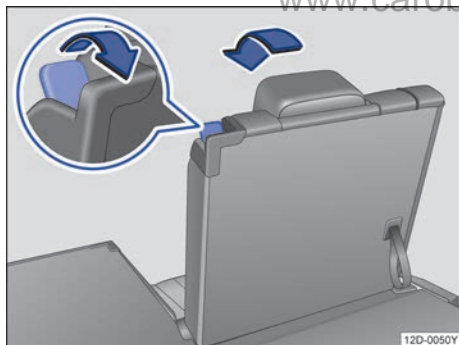

图 70 第三排座椅：将后座椅翻折为载货位置
- 将物品从后座椅前后的脚部空间移除→①。 >
- 将解锁拨杆→图 70 向后拉到到底，即可解锁后座椅靠背。
- 如果能看到解锁拨杆→图 70 上的红色标记表明后座椅靠背未正确卡止。务必检查，当后座椅靠背处于垂直位置时，是否绝对看不到此红色标记。